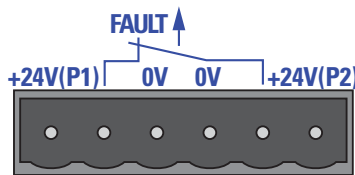

Abb. 2: Pinbelegung der Meldekontakte
- ▶ Der Meldekontakt ("FAULT", Pinbelegung des Klemmblockes siehe Abb. 2) dient der Funktionsüberwachung des Gerätes und ermöglicht damit eine Ferndiagnose. Die Art der Funktionsüberwachung können Sie im Management festlegen.